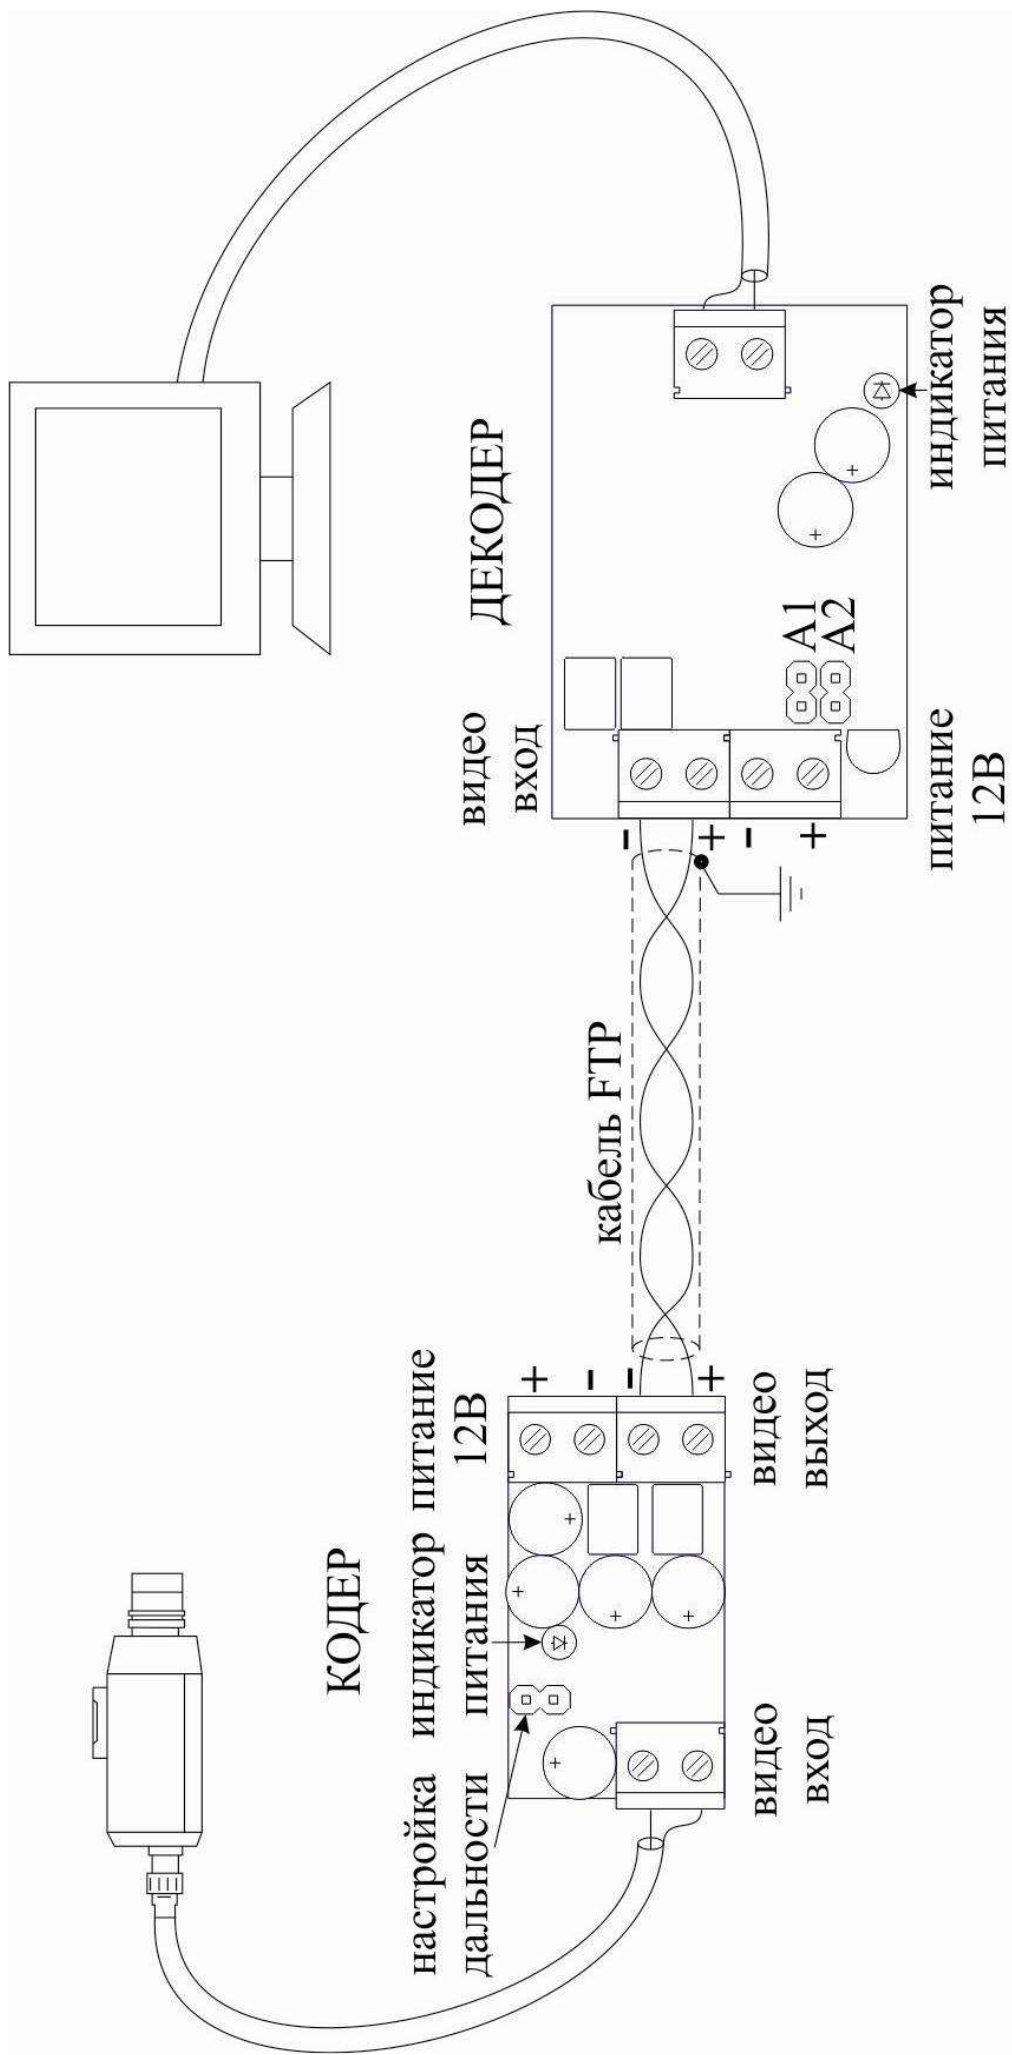

Рис.1 Схема включения комплекта TWIST-MINI
1. Соединение кодера и декодера по цепи «Линия» должно производиться выделенной симметричной витой парой, изолированной от всех других проводов, а также от любых металлических конструкций. Пример соединения комплекта с использованием кабеля FTP, UTP показан на рис. 1.
1. Перед включением комплекта необходимо установить перемычки декодера в положение, соответствующее приблизительной длине линии связи согласно таблице настройки дальности. Расположение перемычек на плате декодера показаны на рис. 1.
3. Подключите комплект к линии связи и цепям питания согласно рис.1.